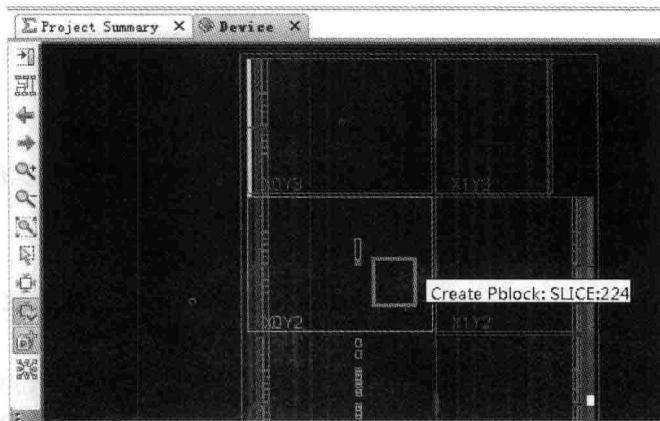

图 8.19 绘制 Pblock 块
- (6) 如图 8.19 所示,按照设计者的设计要求,在 Device 中绘制一个矩形框。